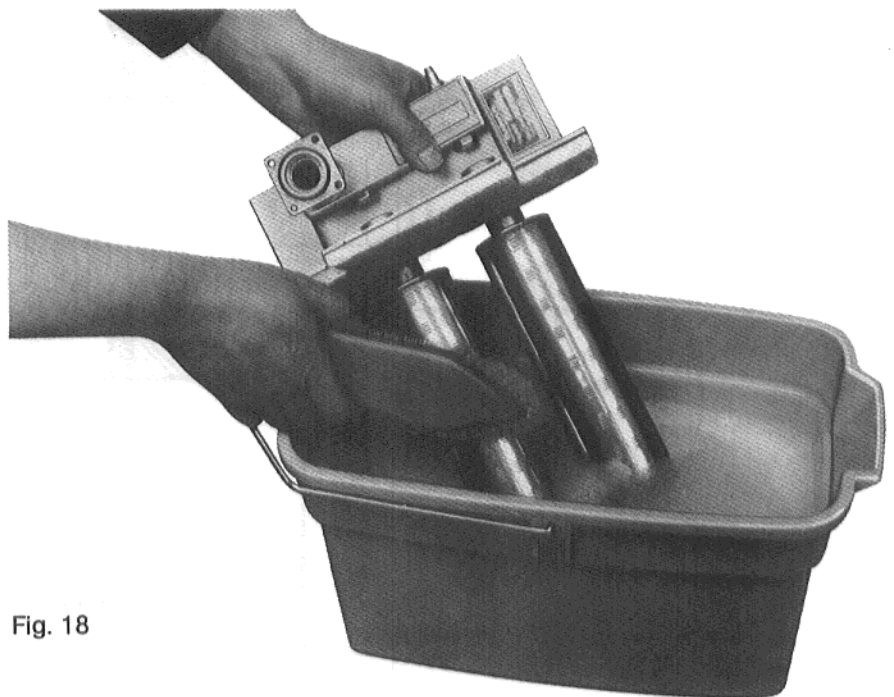

Fig. 18
- Immergere le rampe in acqua con detergente e spazzolarle (vedi Fig. 18).